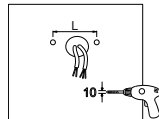

Fig. 6
- 4.) Percez deux (2) trous dans la surface de montage en utilisant le support en U comme modèle (**Fig. 6**).